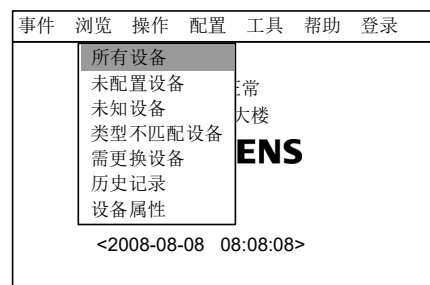
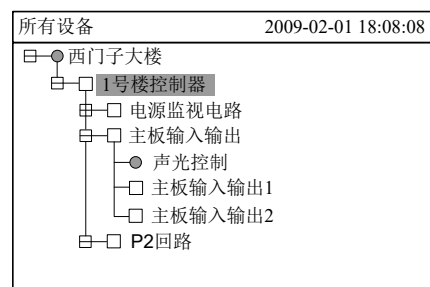

图 18-2
图 18-3
2. 按“→”键选择“浏览”子菜单（图 18-2），选择“所有设备”，然后按“OK”键，树状图显示出来（图 18-3）。